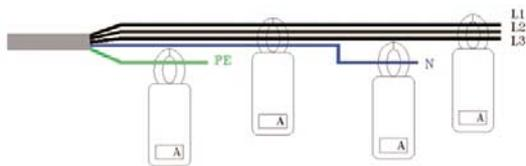

Bild 6: Messen mit der Stromzange – a) alle Außenleiterströme, b) Neutralleiterstrom, c) alle Außenleiterströme und der Neutralleiterstrom, d) Strom im PE
Ströme misst man unterbrechungsfrei mit der Stromzange (Bild 6). Diese sollte über eine Auflösung von 0,01 A oder besser verfügen. Ein Auswerte-/Anzeigergerät erweist sich hier als überaus hilfreich. Die Zange kann an jedes Messgerät angeschlossen werden, das über mV-AC-Messbereiche verfügt und dessen Eingangsimpedanz > 10 k Ω ist.
- Die Differenzströme über L1, L2, L3, N und PE (Bild 6)